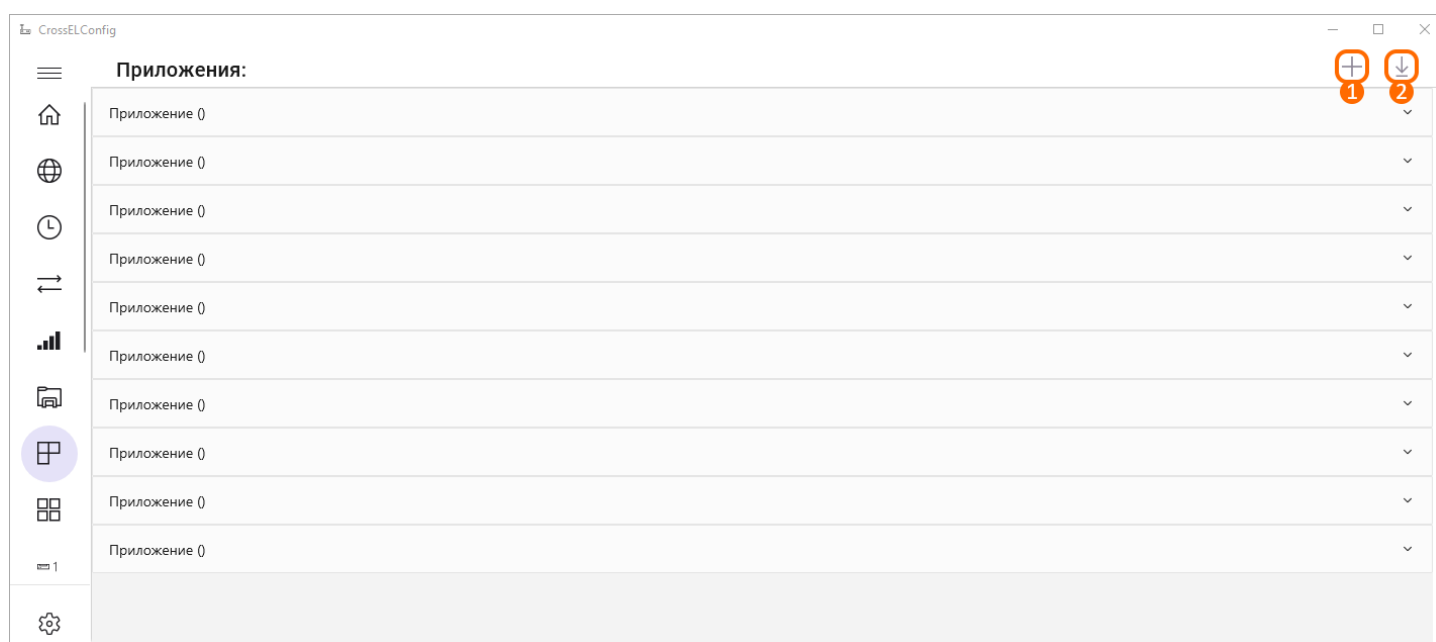

Рисунок 10 – Вкладка «Приложения»
Вкладка позволяет настроить автономное чтение и хранение текущих показаний в энергозависимой памяти модема (рис. 10). Архивные данные модема доступны посредством WEB-интерфейса или протоколу «STEEL». В процессе добавления приложений потребуется файл программы, предназначенной для взаимодействия с конкретной моделью прибора. Получение таких файлов и возможность реализации новых (для ранее неподдерживаемых моделей приборов) выполняется через обращение в техническую поддержку ООО «Старорусприбор» (support@staroruspribor.ru).
- Кнопка добавления приложения (рис. 10, элемент 1) позволяет добавить новое приложение. По нажатию на кнопку будет отображено окно, в котором потребуется выбрать файл программы и кликнуть по кнопке «Открыть» в правой нижней части окна.
- Кнопка чтения приложений (рис. 10, элемент 2) позволяет считать список текущих приложений на модеме.